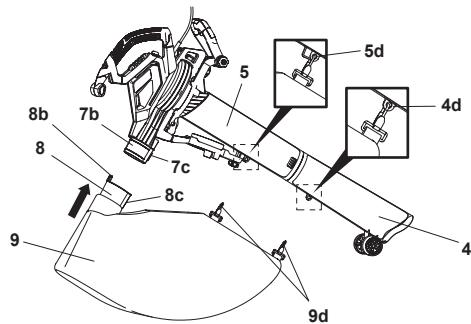

Fig. 6
- Allineare e inserire la linguetta (8b) del connettore del sacco nella porta del sacco raccoglitrice (7b) e inserirla fino in fondo. Assicurati che il pulsante di blocco (7c) si incastri nel foro di posizionamento (8c) (Fig. 6).